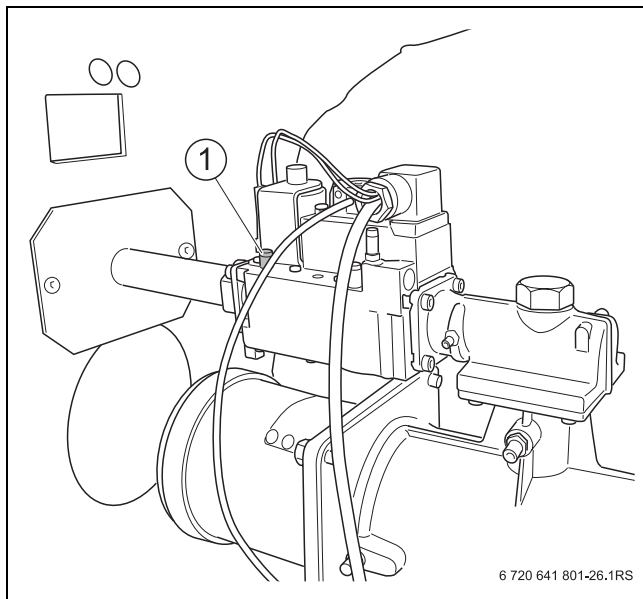

Fig. 49 Mesurer la pression d'écoulement au raccordement du gaz (chaudières de 120 kW)
- ▶ Dévisser de 2 rotations le capuchon de l'embout de mesure pour la pression d'écoulement au raccordement du gaz et la purge (→ fig. 49, 50, 51 [1]).